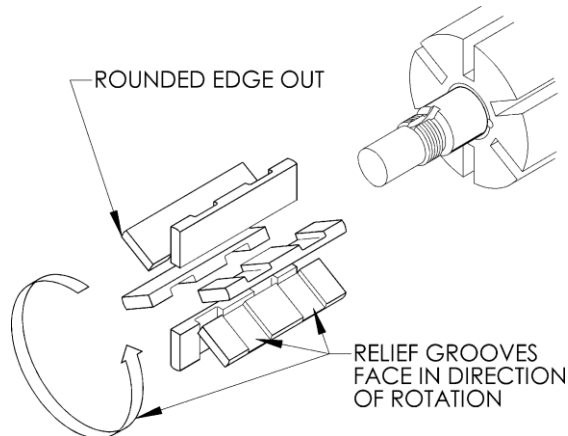
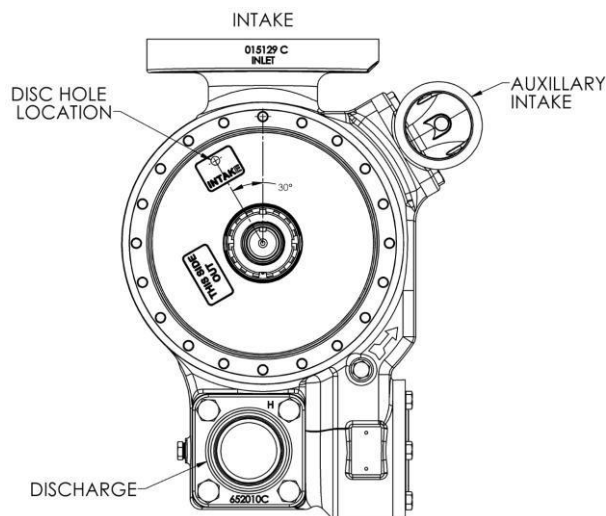

Figura 4 – Instalación de las paletas
Figura 5 - Ubicación del orificio de alivio del disco
3. Gire el eje manualmente hasta que una paleta (14) llegue a la posición superior (posición de las 12 en punto) del rotor. Retire la paleta.
4. Instale una paleta nueva (14), asegurándose de que el borde redondeado quede hacia ARRIBA y de que las ranuras de alivio estén orientadas en la dirección de rotación. Véase la figura 4.
1. Instale la chaveta de la camisa (74) en la ranura situada en la parte superior de la camisa (41).
2. Alinee la chaveta de la camisa (74) con la chaveta del cuerpo de la bomba y comience a introducir la camisa (41) en el cuerpo de la bomba (12), con las ranuras de la camisa orientadas hacia el PUERTO DE ENTRADA y el patrón de orificios de la camisa orientado hacia la DESCARGA. Golpee uniformemente el borde exterior de la camisa con un mazo de goma para introducirla completamente en el cuerpo de la bomba. NOTA: Si la camisa se instala al revés, restringirá las aberturas de los puertos y provocará cavitación, ruido y pérdida de capacidad.
3. Coloque el disco (71) contra la camisa (41), con la cavidad del sello orientada hacia afuera y el orificio de alivio del disco ubicado como se muestra en la Figura 5.
4. Sin instalar la junta tórica del cabezal ni los componentes del sello mecánico, coloque temporalmente el cabezal exterior (20) y el cojinete (24) en el cuerpo de la bomba (12) y apriete a mano dos tornillos de fijación del cabezal (21), separados 180 grados. Este cabezal se utilizará para sujetar y alinear el rotor y el eje (13) mientras se monta el lado interior de la bomba.
5. Retire los paletas (14) y las varillas de empuje (77) del conjunto del rotor y el eje (13). Inspeccione para detectar desgaste y daños y reemplácelas de la siguiente manera:
- a. Introduzca parcialmente el extremo no accionado del rotor y el eje (13) en el lado abierto del cuerpo de la bomba (12).
- b. Deje una parte del rotor fuera de la carcasa (12) para que las paletas inferiores (14) puedan instalarse y mantenerse en su posición mientras se instalan las varillas de empuje (77) en los orificios para las varillas de empuje del rotor. Inserte las paletas nuevas en las ranuras del rotor con los bordes redondeados hacia afuera y las ranuras de alivio de las paletas orientadas HACIA la dirección de rotación. Consulte la Figura 4.
- c. Después de instalar las paletas inferiores y las varillas de empuje, introduzca completamente el rotor y el eje (13) en el cuerpo de la bomba (12).
- d. Instale las paletas restantes (14) en las posiciones superiores del rotor.
6. Instale el disco (71) en el lado interior de la bomba, con la cavidad del sello orientada hacia afuera y el orificio de alivio del disco ubicado como se muestra en la Figura 5.